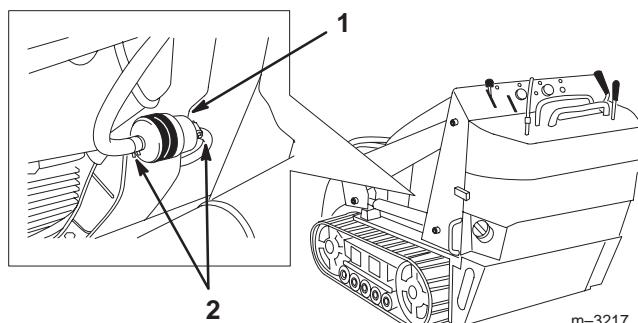

Bild 43
4. Klemmen Sie die Kraftstoffleitungen auf beiden Seiten des Kraftstofffilters fest (Bild 43).
5. Drücken Sie die Enden der Schlauchklemmen zusammen und schieben Sie sie vom Filter weg (Bild 43).